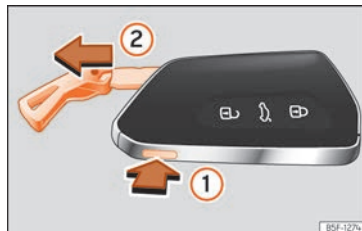

Fig. 84 Llave del vehículo: extraer el espadín.
- Pulse el botón »» fig. 84 ① para hacer salir la argolla a modo de llavero y poder extraer el espadín ②. Si presiona ligeramente sobre la argolla, esta se quedará fija a modo de llavero.
- Pulse el botón »» fig. 84 ① para desbloquear. Mantenga pulsado el botón ① y al mismo tiempo tire de la argolla en la dirección de la flecha »» fig. 84 ② para extraer completamente el espadín.